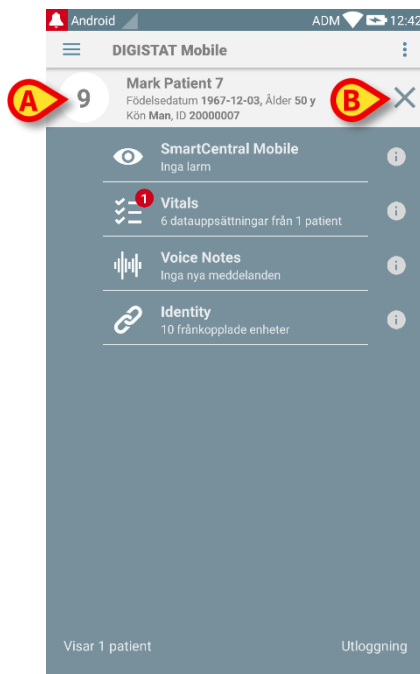

Fig. 29
Patienten väljs på detta sätt (Fig. 29).
Patientdata står upptill på sidan (Fig. 29 **A**). Samtliga data i DIGISTAT® Mobile modulerna filtreras nu på patient (d.v.s. endast den valda patientens larm/meddelanden visas).
- Tryck på krysset i Fig. 29 **B** för att välja bort patienten och gå tillbaka till läge Alla patienter.
Patienten väljs på detta sätt. Skärmbilden som visas i Fig. 29 (exempel) visas.
Patienten väljs på detta sätt. Skärmbilden som visas i Fig. 29 visas.